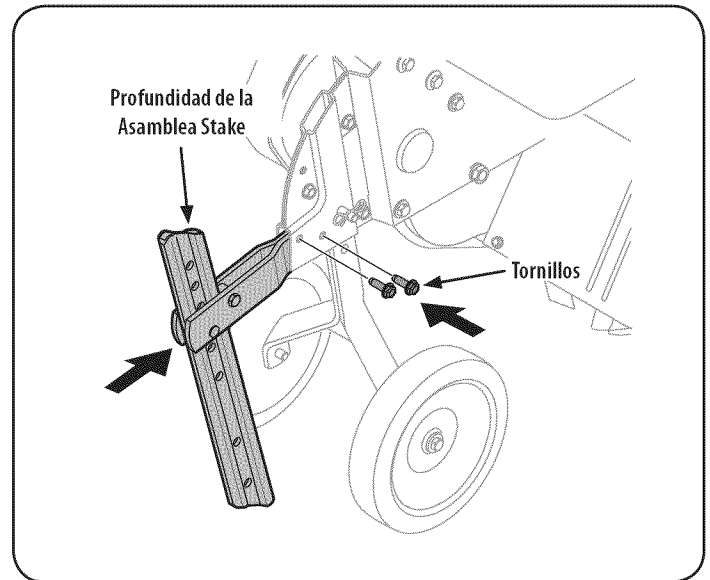

Figura 6
- Introduzca el conjunto de la estaca de profundidad en el cuadro y volver a instalar los dos tornillos que quitó antes. Apriete los tornillos hexagonales de forma segura. Véase la Figura 6.